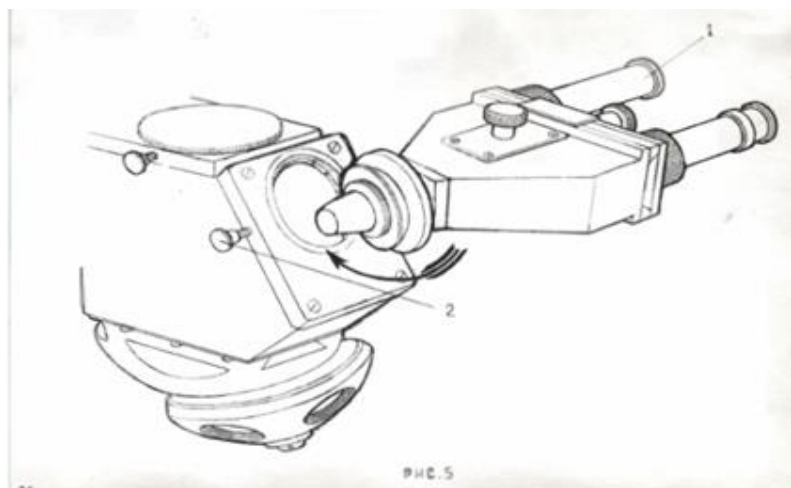

Abb. 5
Für Messungen können Sie anstelle eines Revolvers eine Führungsschiene 11-1 mit 11-2 Ausrichtvorrichtung für Objektive einsetzen. Die Montage der Ausrichtführung 1 ist in Abbildung 5 dargestellt.
- 5) Stecken Sie den Tubus AU-21 in die Öffnung des Kopfes (siehe Abb. 5).